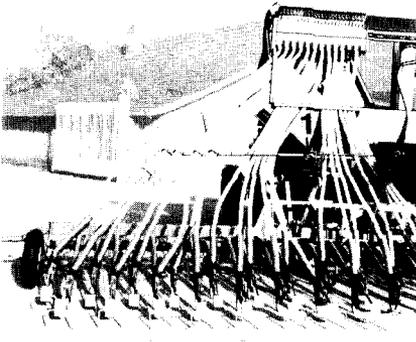
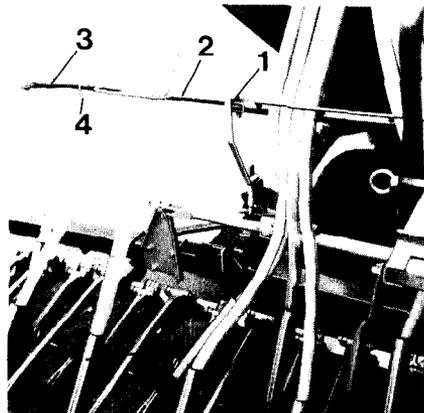

Abbildung 5
Abbildung 6
2. Verriegelung (Abb. 5/1 oder 6/1) lösen und Ausleger von Hand oder durch die Hydraulik herunterklappen.
- a) 5,00-m-Maschine: Schlauchhalter (Abb. 6/2) in die Halterung einstecken und mit Bolzen (Abb. 5/1 oder Abb. 6/1) sichern.
zusätzlich den weiteren Schlauchhalter (Abb. 6/3 mit Abb. 6/2) zusammenstecken und mit Knebelschraube (Abb. 6/4) festziehen.
4. Schläuche in die Stützen (Abb. 6/5) an den Scharen schieben, und zwar muß der längste Schlauch in dem äußersten Stützen sitzen. Die anderen Schläuche der Reihe nach (ihren Längen entsprechend) einschieben.